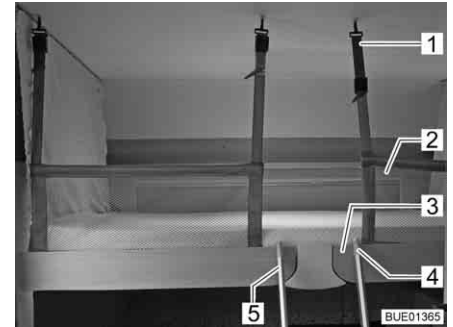

Fig. 77 Cama elevada con red de seguridad tendida
**Red de seguridad** La red de seguridad (Fig. 77,2) con los cinturones de retención se encuentra en la cama elevada, debajo del colchón. Tender la red de seguridad cuando las personas ya se encuentren en la cama elevada.
*Tender:* ■ Enganchar los cinturones de retención (Fig. 77,1) en los ganchos del techo.
**Escalera de ascenso** Acceder a la cama elevada únicamente a través de la escalera de ascenso (Fig. 77,5).
*Enganchar:* ■ Enganchar la escalera de ascenso (Fig. 77,5) con las dos horquillas (Fig. 77,4) en el agarradero (Fig. 77,3) de la cama elevada.
*Guardar:* ■ Desenganchar la escalera de ascenso (Fig. 77,5) del agarradero (Fig. 77,3) de la cama elevada.